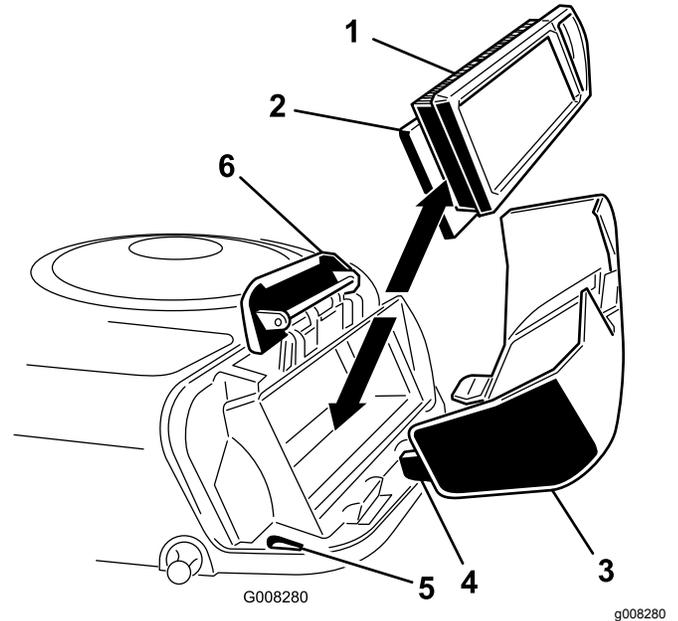

Figure 23
4. Sortez avec précaution les éléments en papier et en mousse du carter de ventilateur (Figure 23).
2. Placez les languettes du couvercle du filtre à air en face des fentes du carter de ventilateur (Figure 23).